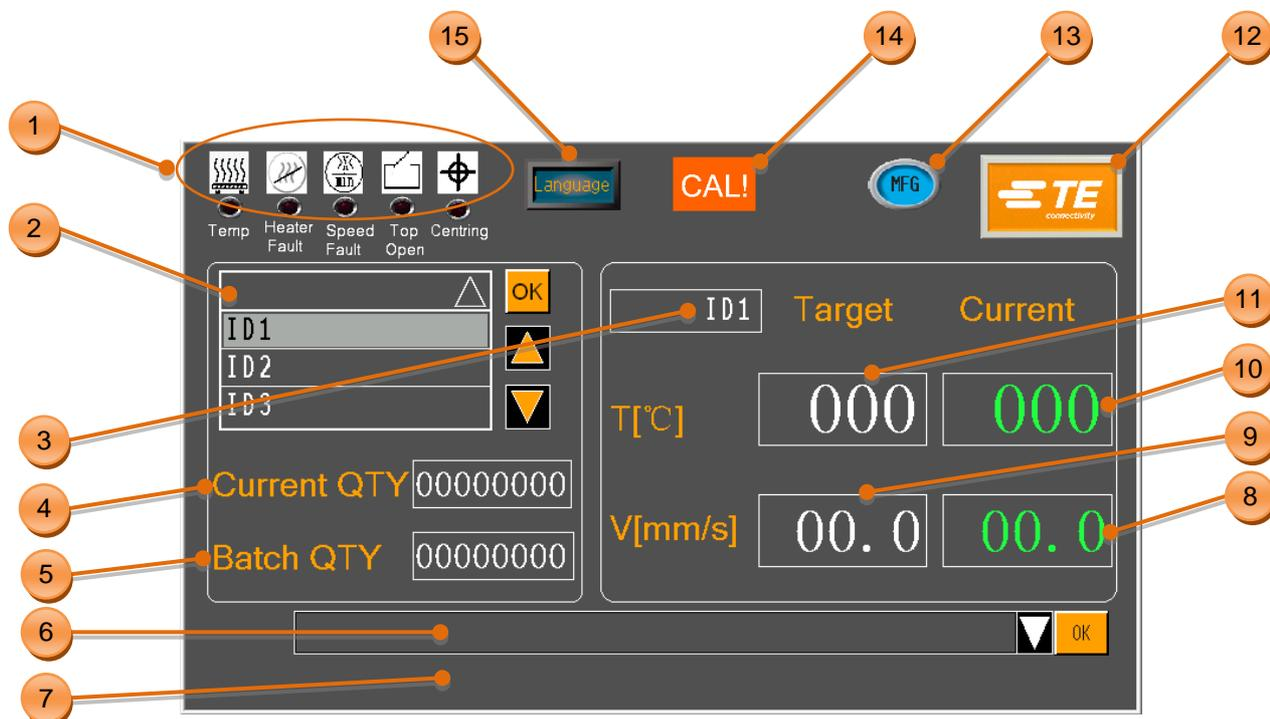

Fig. 12 Interface principal
No painel de toque, selecione o parâmetro de aquecimento predefinido que foi armazenado no painel de toque (consulte a Fig. 12, item 2, número do processo), para verificar se a máquina alterará a temperatura e a velocidade da correia de acordo.